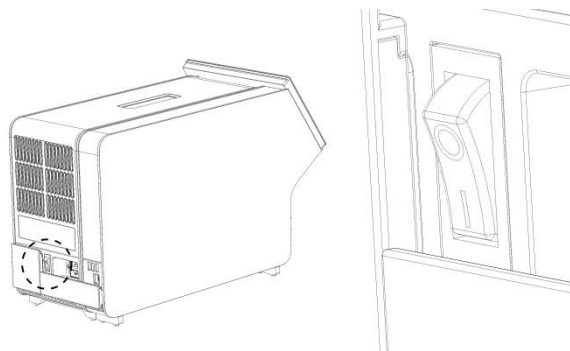

Figura 18. Individuazione e posizionamento su "I" dell'interruttore di alimentazione.
10. Accendere lo strumento premendo l'interruttore di alimentazione sul retro del modulo analitico e portandolo nella posizione "I" (Figura 18). Verificare che gli indicatori di stato dei moduli analitico e operativo siano di colore blu.